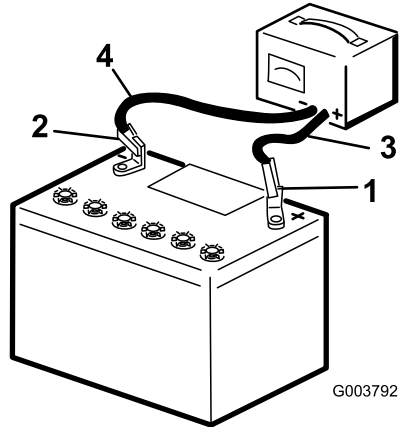

Figura 40
3. Cargue la batería durante 10 a 15 minutos a 25–30 amperios, o durante 30 minutos a 4–6 amperios (Figura 40). No sobrecargue la batería.